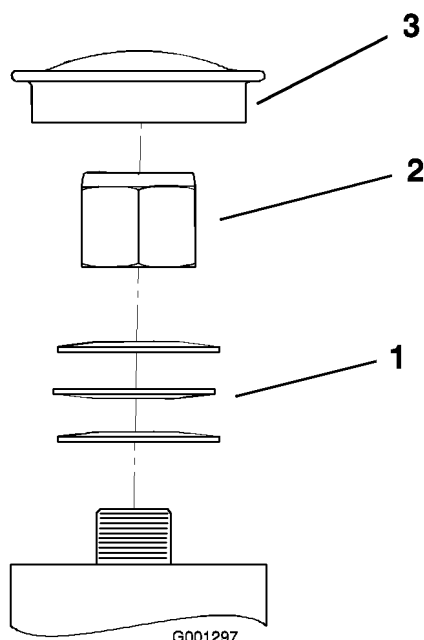

Figure 42
3. Retirez le capuchon anti-poussière de la roue pivotante et serrez le contre-écrou (Figure 42).
4. Continuez de le serrer jusqu'à ce que les rondelles élastiques soient aplaties, puis desserrez-le de 1/4 de tour pour obtenir la précharge correcte des roulements (Figure 42).
Important: Veillez à placer les rondelles comme illustré (Figure 42).
5. Remettez le capuchon anti-poussière en place (Figure 42).